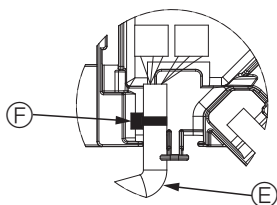

Fig. 5-11
- Placer båndet, der holder panelets ventilatorvingemotorledning i el-boksen som vist i diagrammet. (Fig. 5-11)